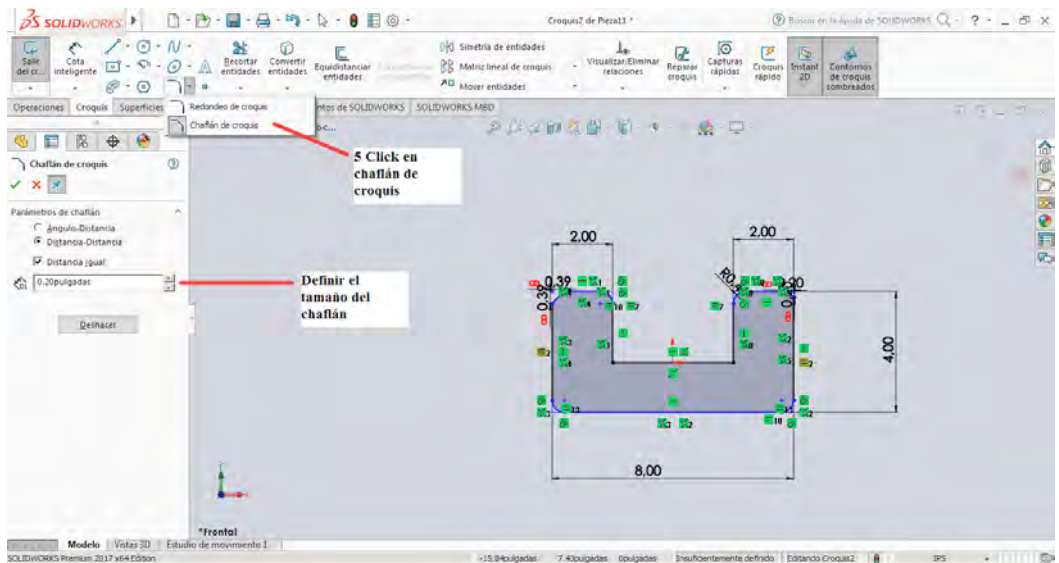

Figura 2-36
5. Posterior a los redondeos realizados al croquis se procede a utilizar la herramienta **Chaflán de Croquis**, con un valor de 0,2 Pulgadas como se muestra en la figura 2-36